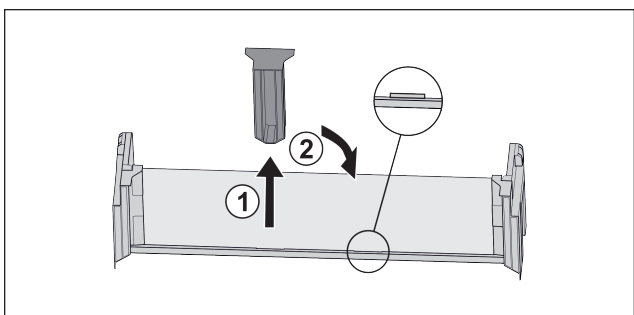

Fig. 19
- ▶ Витягнути середню деталь для підтримки Fig. 19 (1).
- ▶ Вставити середню деталь для підтримки на друге положення Fig. 19 (2).